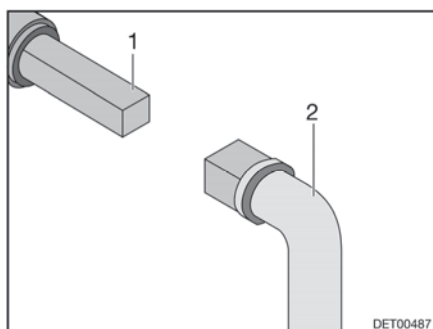

Bild 113 Handhavande avloppsventil
- Sätt nyckeln (Bild 113,2) mot fyrkanten (Bild 113,1).